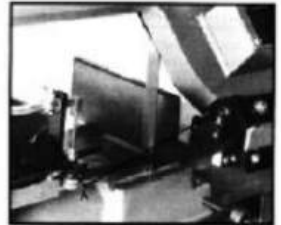

Fig.4
2. Połóż kątownik maszynowy na stole obok ostrza, jak pokazano na rysunku. pokazano na rys. 4.
5. Dokręć śruby (A).